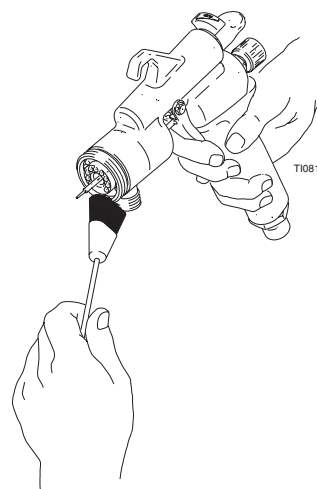

Рис. 19
- 6 Направляя пистолет вниз, почистите переднюю часть пистолета, используя для этого мягкую кисточку и растворитель. Рис. 19.